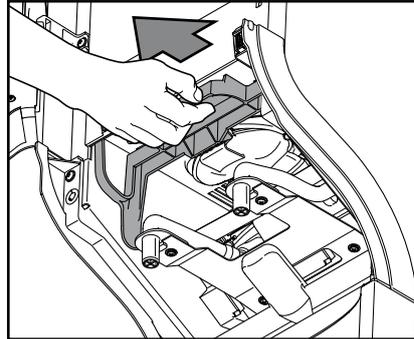

Fig. 27
- c. Puxe o bloqueio para soltar o console inteiro do agitador. (Fig. 27)